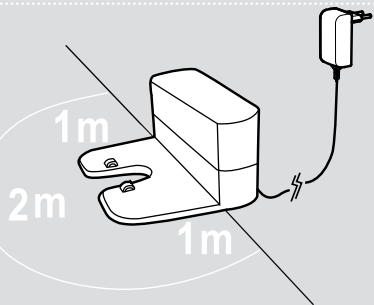

Fig. 2
1. Conecte o adaptador de energia e conecte-o à base do carregador. **[Fig. 2]**
4. Não devem existir objetos na área em torno da base de carregamento, 2 metros na parte frontal e 1 metro em cada um dos lados. **[Fig. 2]**